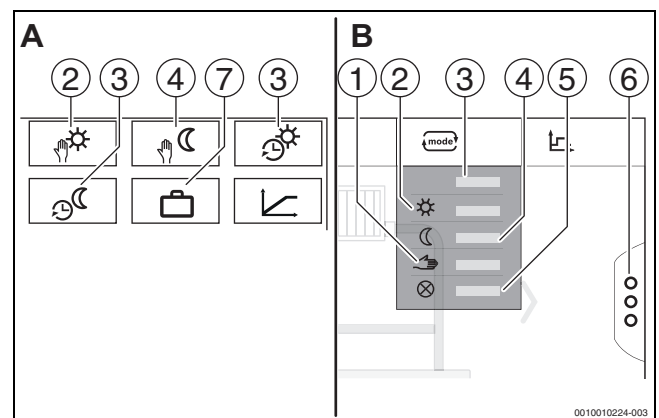
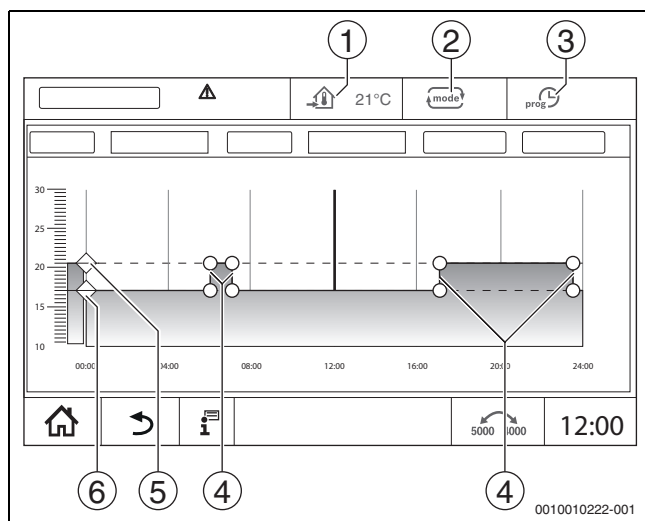

Bild 38 Ansichten Betriebsarten
Bild 39 Automatik Absenkbetrieb im Zeitprogramm ändern
Für die Betriebsarten (→ Bild 39, [2], Seite 66) und die erweiterten Funktionen (→ Bild 38, [6], Seite 38) können jeweils eigene Temperaturen und Umschaltkriterien eingestellt werden. Die Einstellungen können für jeden Heizkreis und jede Betriebsart separat vorgenommen werden.
- **Manuell Heizbetrieb** (→ Bild 38, [2])
- **Manuell Absenkbetrieb** (→ Bild 38, [4])
- **Urlaub** (→ Bild 38, [7])
Der **Automatik Heizbetrieb** wird über die Parameter in den Servicemenüs vordefiniert. Die Parameter lassen sich im Zeitprogramm ändern (→ Bild 39, [4], [5], Seite 66).
Der **Automatik Absenkbetrieb** wird über die Parameter in den Servicemenüs vordefiniert. Die Parameter lassen sich im Zeitprogramm ändern (→ Bild 39, [4], [6], Seite 66).
- Temperaturen durch Verschieben der Punkte (→ Bild 39, [5], [6]) ändern.